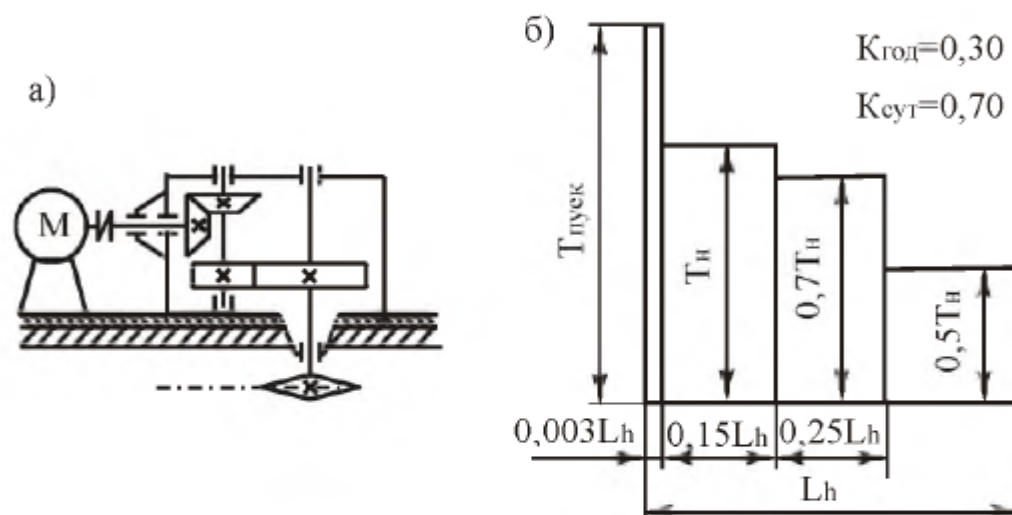

Рис. 6.17. Привод цепного подвешного конвейера:
**Тема 17.** Спроектировать привод цепного подвешного конвейера (рис. 6.17, табл. 6.17). Привод вала тяговой звездочки цепного конвейера осуществляется от асинхронного электродвигателя общего машиностроительного применения через коническо-цилиндрический двухступенчатый редуктор. Входной вал редуктора соединен с валом электродвигателя упругой муфтой.